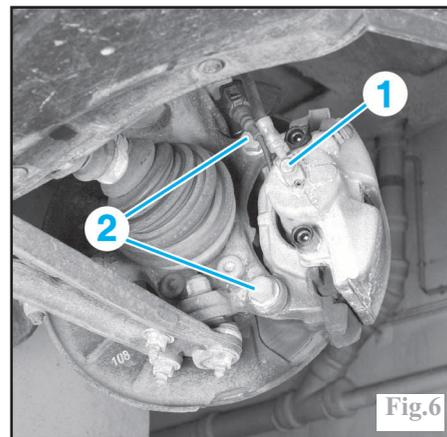

Fig.6
- la vis du raccord du flexible de frein (1) (Fig.6).
- nettoyer les vis du support d'étrier (2) (Fig.6), si il a été déposé, et respecter les couples de serrage prescrits.
- les vis de fixation (2) du support d'étrier (Fig.6).
- nettoyer les vis du support d'étrier (2) (Fig.6) et respecter les couples de serrage prescrits.